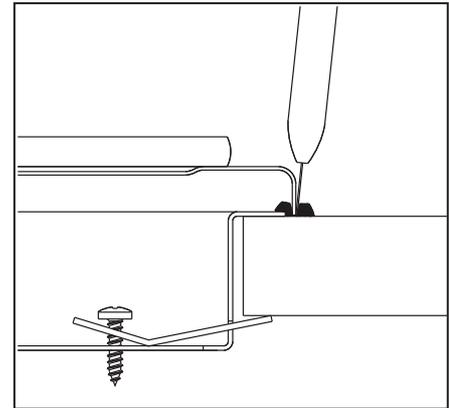

Fig. 28
3. Sujete la base del anafe al mueble mediante las grampas y tornillos provistos (Fig. 28).
14. Despegue y retire la parte sobrante del burlete. Ver fig. 28.